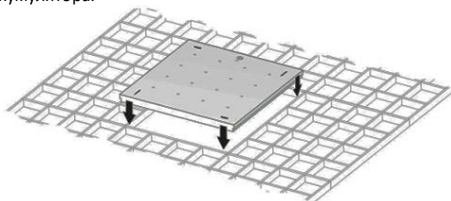
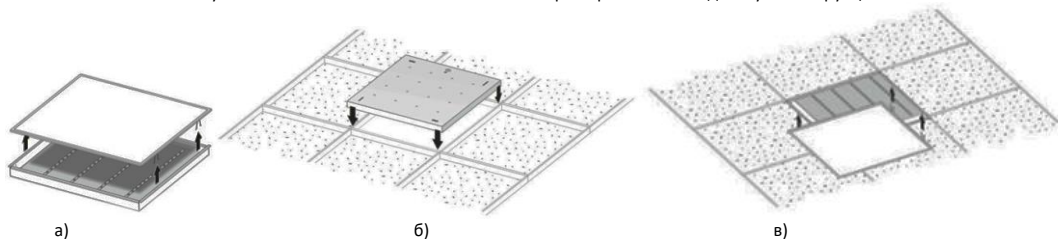

Рисунок 8 — Установка светильника Geniled серии Грильято на подвесную конструкцию.
Рисунок 9 — Установка светильника Geniled серии Экофон на подвесную конструкцию.
5.4.6. Установите светильник Geniled на монтируемое место (Рисунок 8 — для потолка типа «Грильято», Рисунок 9 — для потолка типа «Есophon»). Следите за тем, чтобы кабель не оказался зажатым между элементами конструкции потолка и светильника. Убедитесь, что светильник надежно закреплен на потолке.